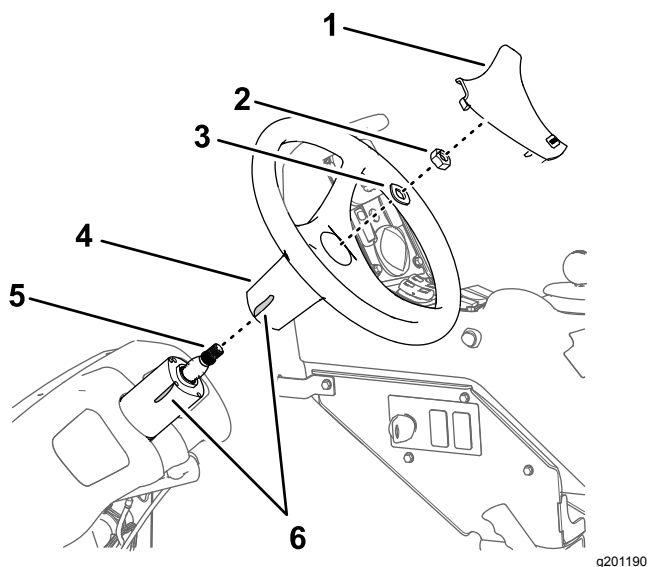

Figura 158
1. Marque la posición del volante respecto a la válvula de dirección con un trozo de cinta (Figura 158).
2. Retire el embellecedor del volante (Figura 158).
3. Retire la tuerca (5/8") y la arandela (5/8") que sujetan el volante a la válvula de dirección, y retire el volante (Figura 158).